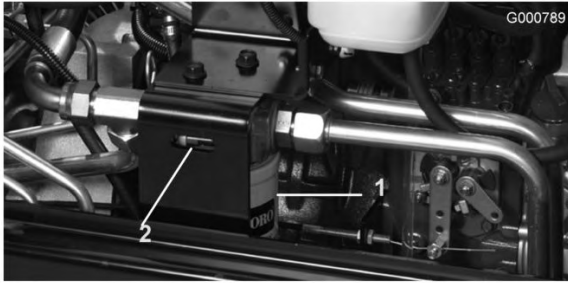

Figura 79
2. Pulite la superficie circostante il filtro. Collocate una bacinella di spurgo sotto il filtro, e toglie il filtro (Figura 79).